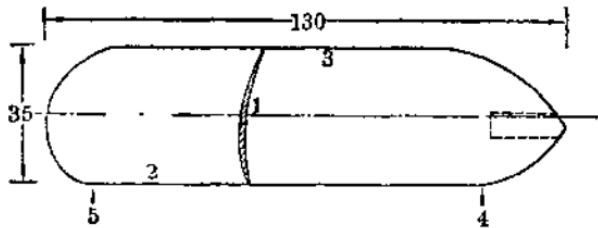

图 1
1. 螺旋桨: 拿泡沫塑料薄片, 按图 1 所示的桨叶样板剪